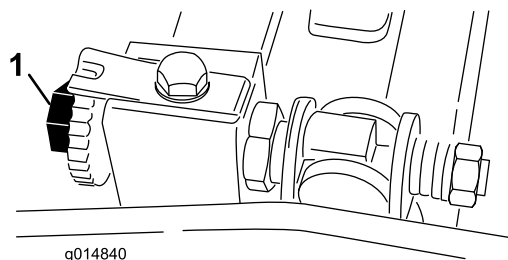

Figure 46
3. Tournez le cylindre pour que la lame croise le bord de la contre-lame entre la tête de la première et la deuxième vis de la contre-lame sur le côté droit du plateau de coupe (Figure 46).
6. Tournez la vis de réglage droite de la barre d'appui jusqu'à ce que vous sentiez une légère pression (un léger frottement) sur la cale lorsque vous la faites glisser d'un côté à l'autre (Figure 46).